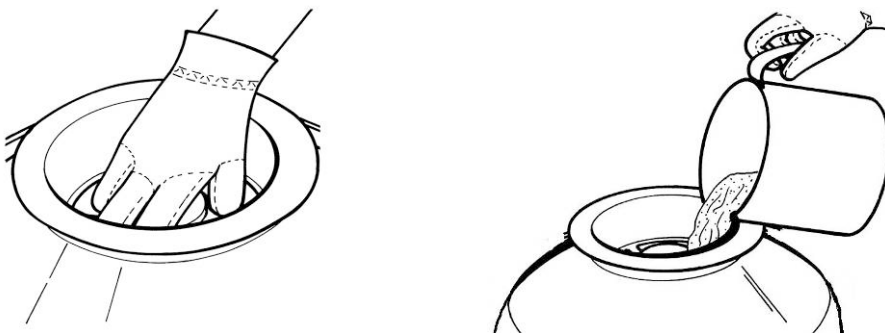

Fig. 4
4. Coloque ahora el tubo de flujo de salida con el tapón inferior del filtro hacia arriba dentro del recipiente del filtro de arena. Seguidamente coloque la tolva de llenado sobre la abertura del recipiente. Ya puede llenar el recipiente con arena de cuarzo (SPF 180 y SPF 250 F, peso de la arena 13 kg / SPF 370 F, peso de la arena 25 kg). Asegúrese de que no llegue nada de arena al tubo de flujo de salida. (Fig. 4)